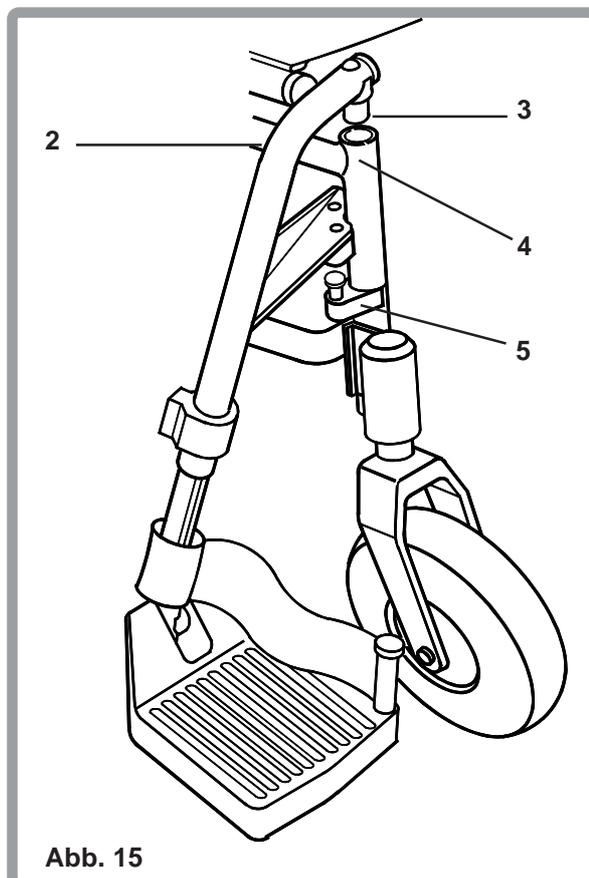

Abb. 15
Zur Montage der abschwenkbaren Fusstütze (Abb. 15), führen Sie das abschwenkbare Drehlager (3) in die Halterung (4) des Vorderrahmens ein. Die Fusstütze muss dabei nach aussen, vom Rahmen weg gerichtet sein. Drehen Sie nun die Fusstütze nach innen, bis sie am Arretierbolzen (5) ganz einrastet.